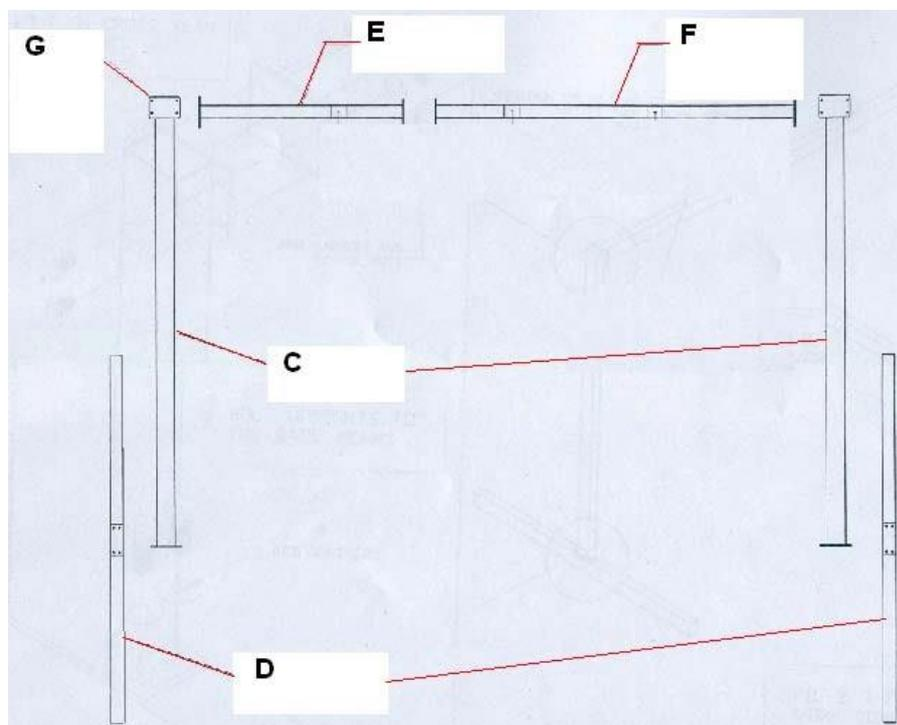

Fig 1.
1. Déballez ce produit avec soin. Mettez toutes les parties constituantes par terre selon les conseils en *fig 1*.